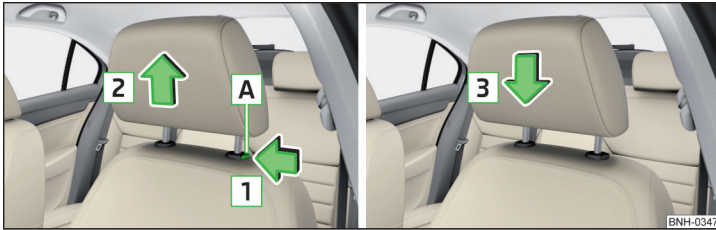

Abb. 58 Kopfstütze vorn herausnehmen/einsetzen
- Zum **Herausnehmen** die Sicherungstaste **A** in Pfeilrichtung **1** halten und die Stütze in Pfeilrichtung **2** herausnehmen » Abb. 58.